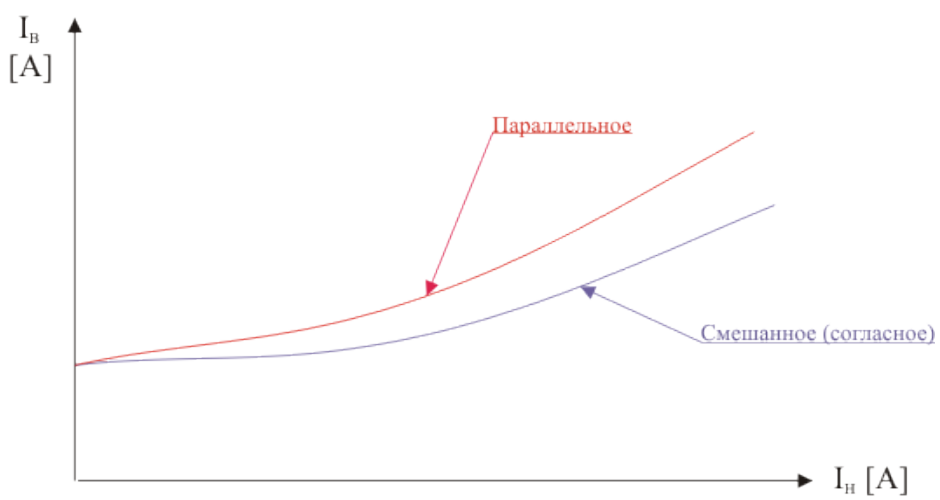

РИС. 3
5. По данным таблицы 3 построить регулировочные характеристики $I_B = f(I_H)$ при $U = \text{const}$ (см. рис.3).
11. По данным таблицы 3 построить механические $n = f(M)$ и электромеханические $n = f(I_{\text{я}})$ характеристики (примерный вид характеристики показан рис.3).